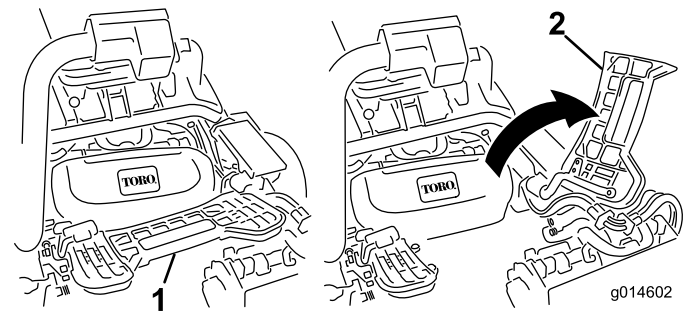

図 32
1. フット・レストを跳ね上げて開き、中央カッティングユニット取り付け位置へのアクセスを確保する(図 32)。